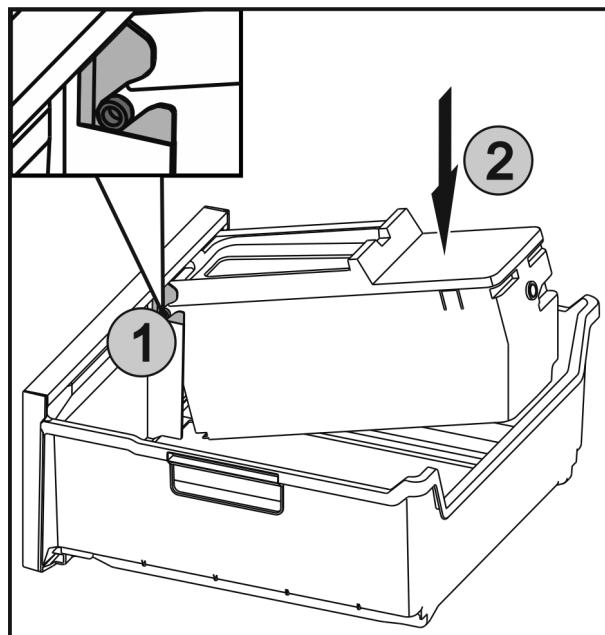

Fig. 51
- Zasaňte osi Fig. 51 (1) na EasyTwist-Ice do vedení a tlačte zadnú stranu Fig. 51 (2), kým spona nezapadne.